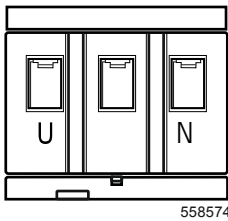
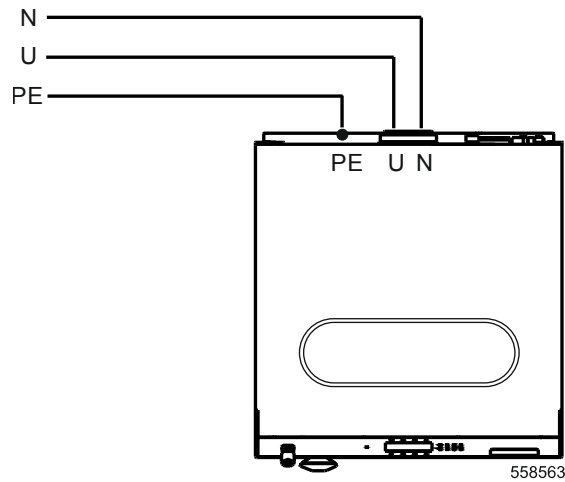

Fig. 25 Quadro de bornes de conexão da máquina
Fig. 26 Modelos que não estão destinados para a América do Norte – conexão de uma fase
- Ligue os condutores com o quadro de bornes da máquina. Conexão do cabo de alimentação, vide fig 26. Quadro de bornes de conexão da máquina, vide fig 25.